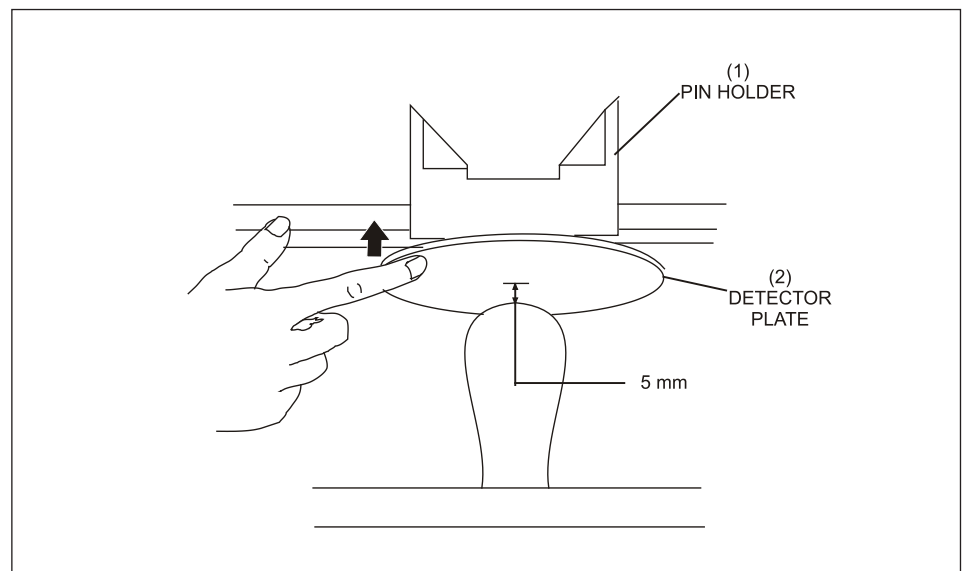

Abbildung 5-41. Abstand der Pin-Erfassungssplatte
- c. Bringen Sie die Pin-Erfassungssplatte mit der Hand in die höchste Position und prüfen Sie, ob zwischen der Oberkante des Pins und der Mitte der Pin-Erfassungssplatte ein Abstand von 5 mm besteht. Siehe *Abbildung 5-41*.
(1) PIN-HALTER
(2) ERFASSUNGSPLATTE